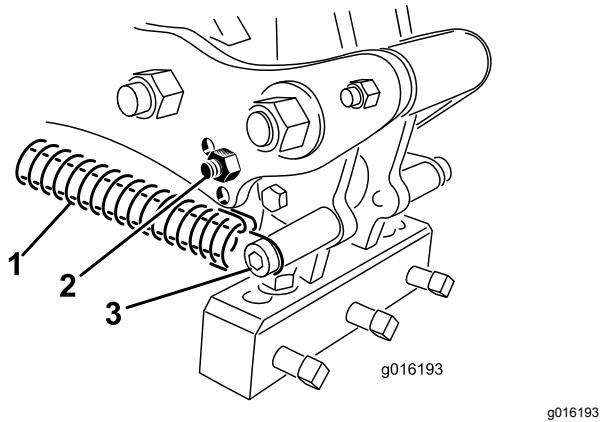

Bild 39
3. Lösen Sie die Federspannung zur Tines-Aufnahme (Bild 39).
4. Entfernen Sie die Anschlagschraube und den Anschlag vom Verbindungsarm und setzen sie wieder in das andere Einstelloch ein (Bild 39).